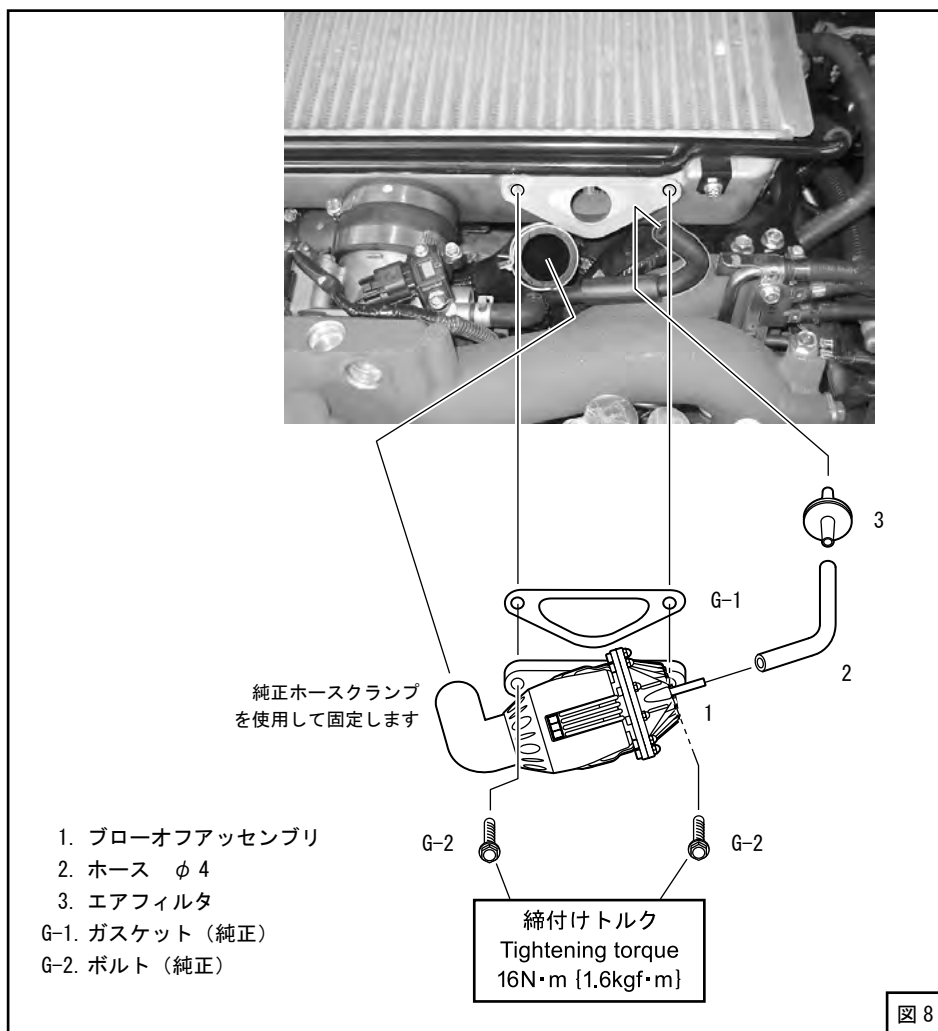
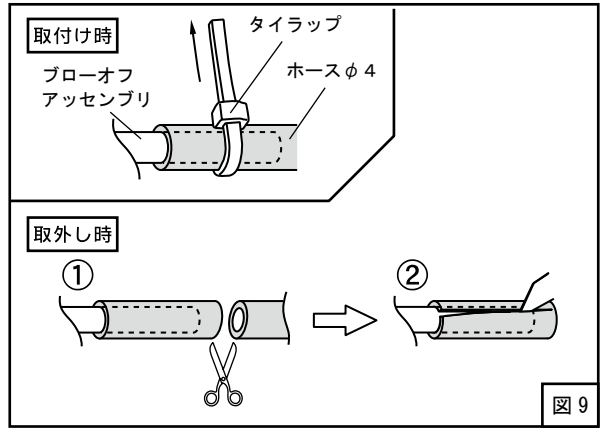

図8
図9
(4) ファンネルをボルト（再使用）で再度固定してください。（締付けトルク：0.8N・m {0.08kgf・m}）
(5) インタークーラにブローオフアッセンブリを仮付けしてください。（図8）
- (6) キットパーツを使用してブローオフバルブ作動用の配管を行なってください。ホースφ4は適当な長さに(ある程度余裕を持たせて)切って使用してください。(図8)
- (7) ブローオフアセンブリのニップル部に取付けたホースφ4をタイラップで縛り、固定してください。(図8、図9)
ブローオフアセンブリを取外す時など、ホースφ4をブローオフアセンブリから抜く際は、タイラップを外した後、一度ホースφ4を切断し切り込みを入れてから取外してください。(図9)